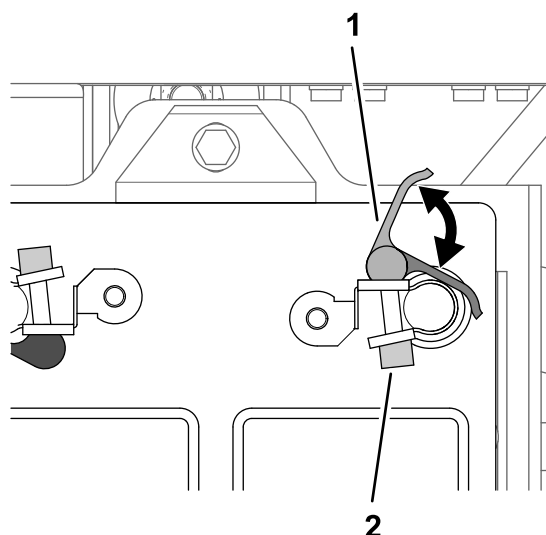

Figura 207
2. Aprite la maniglia di chiusura del morsetto ad attacco rapido con la maniglia nera (Figura 207).
4. Chiudete la maniglia di chiusura del morsetto ad attacco rapido (Figura 207).